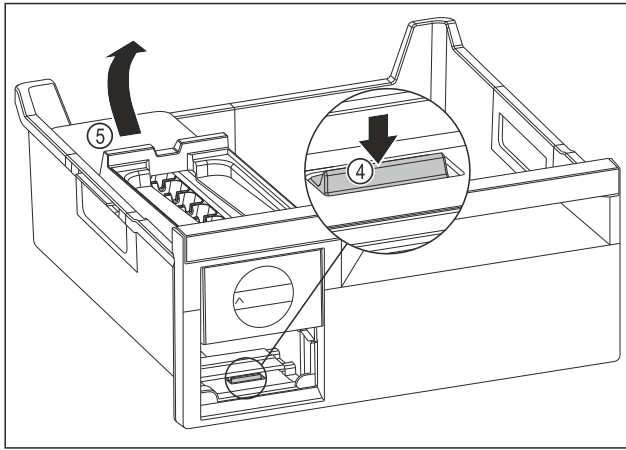

Fig. 76
- ▶ Wyjmowanie korpusu EasyTwist-Ice: Nacisnąć nakładkę Fig. 76 (4) palcem w dół i jednocześnie podnieść korpus EasyTwist-Ice Fig. 76 (5) od tyłu drugą ręką.